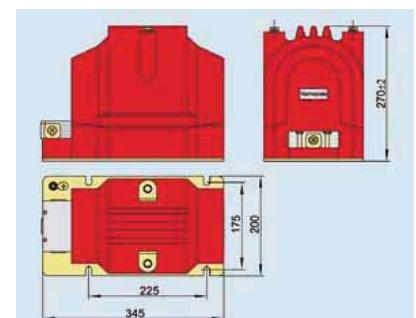

Рис. 6.1 Внешний вид и монтажные размеры трансформатора напряжения JDZ11-10A
6. Внешний вид и размеры (см. рис. 6.1)